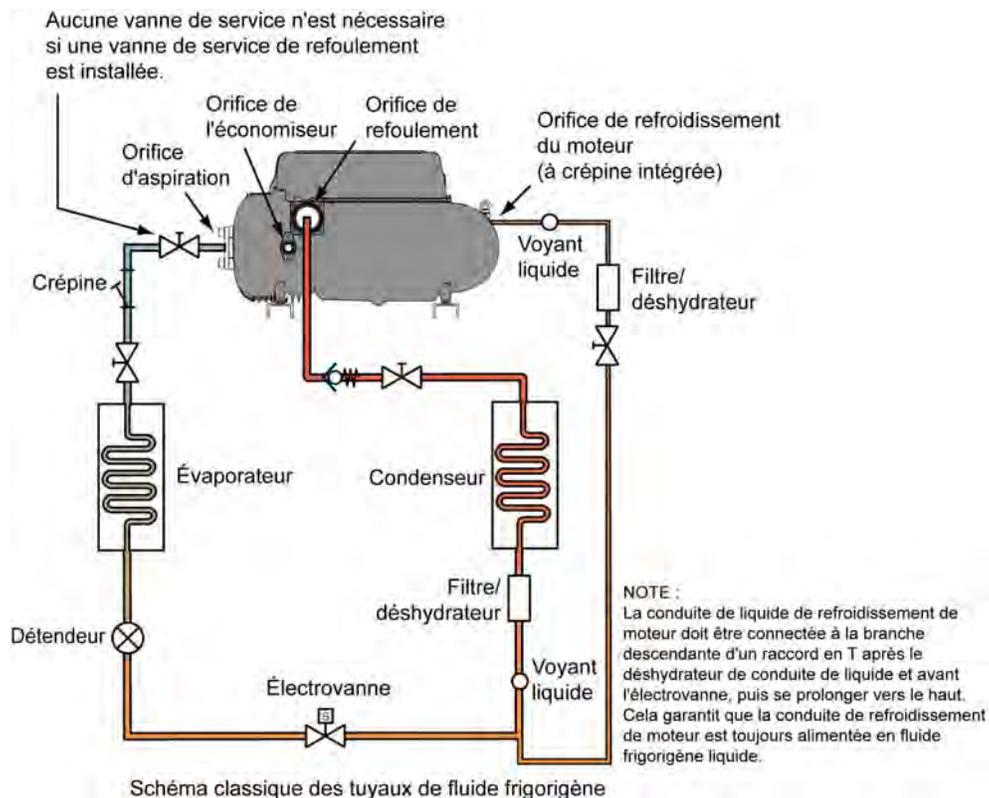
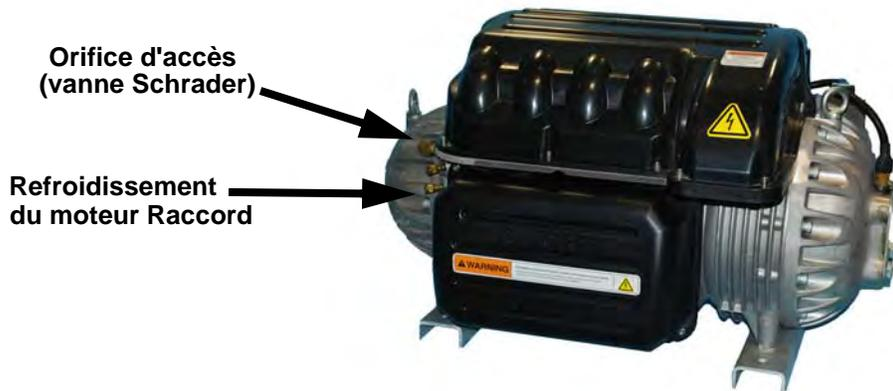

Figure 12 Schéma de réfrigération classique
Figure 13 Raccord de refroidissement du moteur et orifice d'accès
Le compresseur est pressurisé avec de l'azote à 173 kPa (25 psi). Il convient de relâcher la pression à l'aide de la vanne Schrader située sur le carter en cloche du compresseur avant de retirer les plaques d'obturation (cf. Figure 13). L'isolation et la récupération du fluide frigorigène doivent être effectuées par un technicien qualifié. Pour manipuler des fluides frigorigènes, un équipement de sécurité adéquat s'impose.
La conduite de refroidissement de moteur doit être captée à partir de la conduite de liquide. (Consultez la Figure 12.) Dans le modèle TT300, l'orifice de refroidissement du moteur est équipé d'une crépine intégrée permettant de protéger le circuit de refroidissement contre toute obturation. La conduite de refroidissement du moteur suppose l'installation d'une vanne de service (non fournie) adaptée pour permettre l'isolation du fluide frigorigène pendant l'entretien du compresseur. Le compresseur est pressurisé avec de l'azote à 173 kPa (25 psi). Il convient de relâcher la pression à l'aide de la vanne Schrader située sur le carter en cloche du compresseur avant de retirer les plaques d'obturation de connexion d'aspiration et de refoulement (cf. Figure 13).
5. Fixez le raccord de refroidissement du moteur à l'arrière du compresseur. (Voir la Figure 13 pour l'emplacement.)